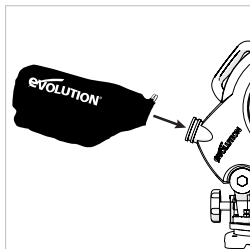

Рис. 29
- Наденьте пылесборник на патрубок для удаления пыли, убедившись, что пылесборник надежно зафиксирован пружинным хомутом (**рис. 29**).